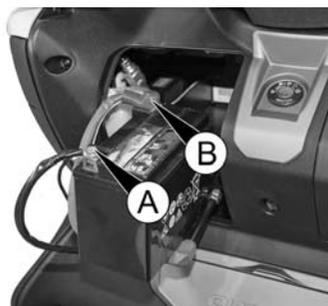

fig. 10
- détachez la borne A fig. 10 (négatif) de la batterie et ensuite la borne B (positif).
- pour remonter la batterie, effectuez la procédure en sens inverse, en veillant à fixer d'abord la borne B fig. 10 (positif) et puis la borne négative A fig. 10.